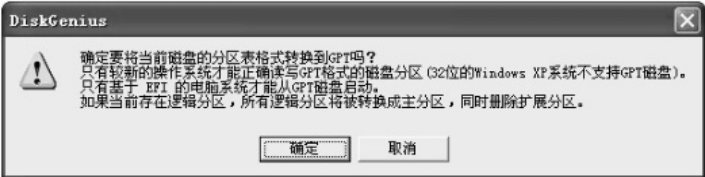

图 11-10 转换分区表类型为 **GUID** 格式
(1) 转换分区表类型为 **GPT** 格式。转换前硬盘的首尾部必须要有转换到 **GPT** 分区所必需的空闲扇区（几十个扇区即可），否则无法转换。选择要转换的硬盘后，单击菜单“硬盘—转换分区表类型为 **GUID** 格式”项，程序弹出如图 11-10 所示。